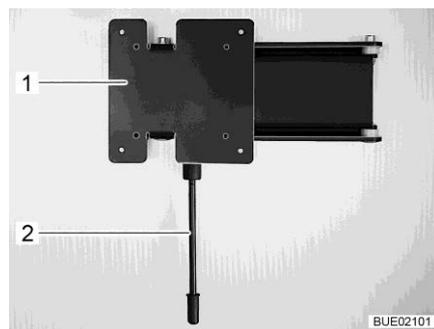

Fig. 107 Soporte de pared
- Posicionar:** ■ Tirar la palanca de desbloqueo (Fig. 107,1) hacia abajo y girar el soporte (Fig. 107,2) con la pantalla plana a la posición deseada.